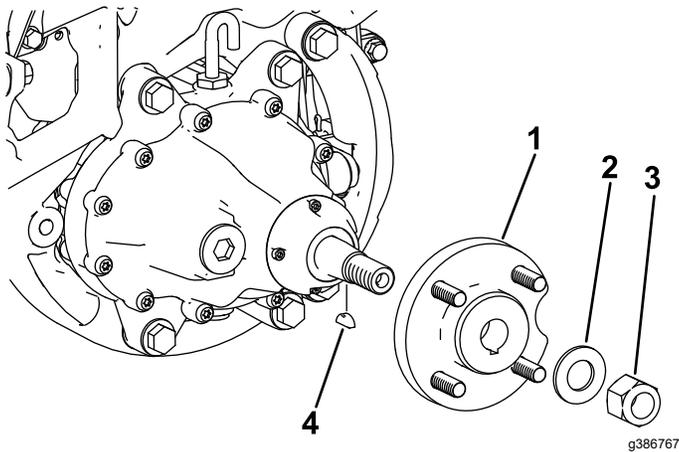

Figura 2
3. Retire el cubo de la rueda retirando la contratuerca y arandela correspondientes del cubo de la rueda (Figura 2).
4. Retire la chaveta semicircular (Figura 2).